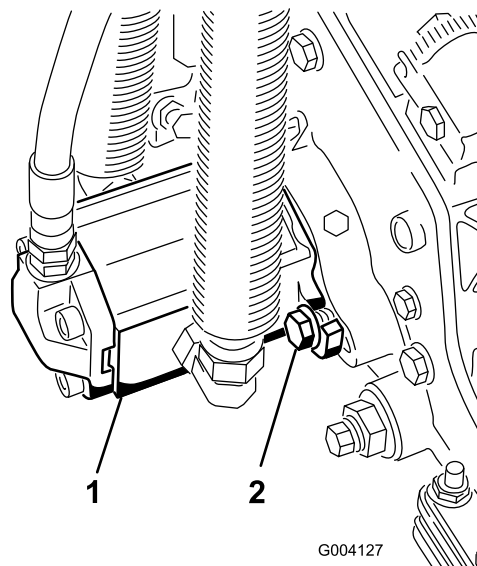

**Figura 19**
14. Fissate la catena del braccio di sollevamento alla staffa della catena, usando il perno di ritenuta (Figura 19).